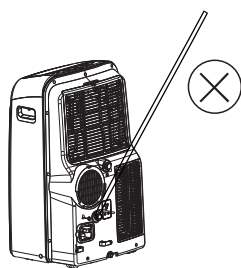

Imagen 21b
**Nota:** Assegurar de que a mangueira não tem nenhuma fuga. Dirija a mangueira até aos condensados assegurando-se de que o fluxo de água não fica obstruído. Coloque o extremo da mangueira dentro dos condensados e assegure que o extremo da mangueira aponta para baixo para assim deixar que a água flua com normalidade. Não levante a ponta da mangueira de drenagem. (imagen 21b).